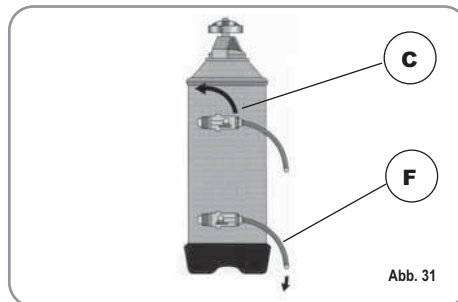

Abb. 31
2) Den Verschluss wieder einsetzen und den Hebel C wieder nach links führen (Abb. 31). Dabei hat das Salzwasser durch das Rohr F zu fließen, bis wieder Süßwasser vorliegt (1/2 Stunde).